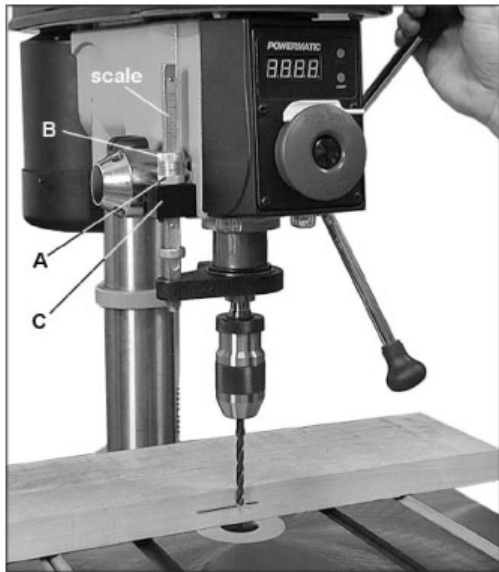

Рис. 18
2. Поверните нижнюю гайку (А, Рис. 18) к необходимому значению на шкале.
3. Выровняйте верхнюю гайку (В, Рис. 18) с нижней гайкой. Это предотвратит движение нижней гайки, так как она прочно сидит на посадочном месте (С, Рис. 18).
Если Вам не нужна высокая точность сверления, можно опустить сверло до необходимой глубины, как показано на Рис. 18 и затянуть обе гайки (А и В) на посадочном месте (С).